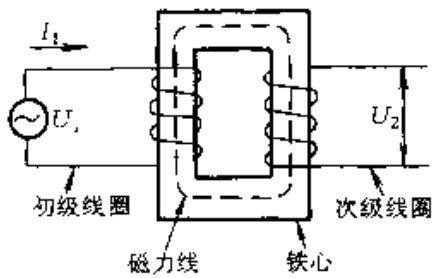

图 2-85
① 变压器是利用互感应原理工作的。如图 2-85 所示，变压器由初级、次级两部分互不相通的线圈组成，它们之间由铁心或磁心作为耦合媒介。当在初级线圈两端加上交流电压 U_1 时，交流电流 I_1 流过初级线圈使其产生交变磁场，在次级线圈两端即可获得交流电压 U_2 。直流电压不会产生交变磁场，次级无感应电压。所以变压器具有传输交流、隔离直流的作用。